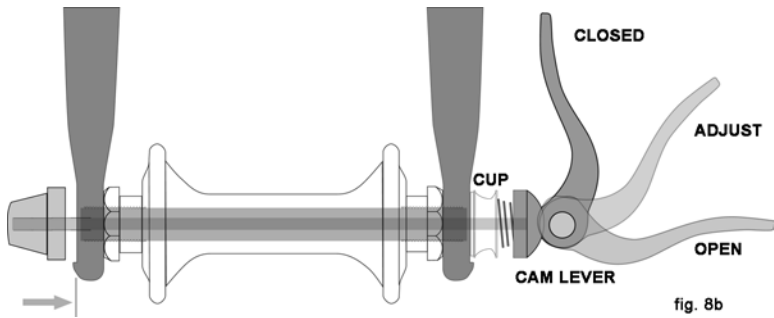

fig. 8b
Det finnes to typer over-midten kammekanismer for å holde hjulene på plass: det tradisjonelle over-midten kamsystemet (fig. 8a) og "cam-and-cup" systemet (fig. 8b). Begge bruker en over-midten kammekanisme for å klemme hjulet på plass. Sykkelen din kan ha et cam-and-cup system på forhjulet og et tradisjonelt kamsystem på bakhjulet.
### b. Justering av cam-and-cup-mekanismen (fig. 8b)
(3) Hvis forgaffelen din har en sekundær festeenhet som kan klemmes på, løsne den. Hvis forgaffelen din har en integrert sekundær festeenhet og et tradisjonelt hurtigkoblingssystem (fig. 8a), løsne spenningsskruen nok til å fjerne hjulet fra dropouten. Hvis forhjulet bruker et cam-og-cup-system, (fig. 8b) klem koppen og cam-spaken sammen mens du fjerner hjulet. Det er ikke nødvendig at noen av delene roterer med cam-og-cup-systemet.
(1) Dersom sykkelen din har et forhjulsfeste med hurtigkobling, beveg spaken slik at den svinger vekk fra hjulet (fig. 8b). Dette er ÅPEN posisjon. Dersom sykkelen din har gjennomgående bolt eller fastboltet forhjulsholder, gå til neste trinn.
(3) Hvis du har en tradisjonell hurtigkoblingsmekanisme: hold spaken i JUSTER-posisjon med høyre hånd, stram spenningsjusteringskruen med venstre hånd til den er fingertett mot gaffelens dropout (fig. 8a). Hvis du har et cam-og-cup-system, kommer skruen og koppen (fig. 8b) til å ha hoppet på plass i fordypningsområdet på gaffelens dropouten og det bør ikke være nødvendig med noen justeringer.
(4) Hjulet skyves på plass mot toppen av sporene i gaffeldropoutene, samtidig som felgen på hjulet sentreres i gaffelen:
(3) På et derailleurgirsystem, trekk giret tilbake med høyre hånd.
(4) Ved en hurtigkoblingsmekanisme, flytt hurtigutløserhendelen til ÅPEN posisjon (fig. 8b). Ved en gjennomgående bolt eller en fastboltet mekanisme, løsne festet(ene) med en passende skiftenøkkel, låshendelen eller den integrerte hendelen, og skyv hjulet så langt fremover at du er i stand til å fjerne kjedet fra det bakerste tannhjul .
(5) Løft bakhjulet opp fra bakken noen centimeter og fjern det fra de bakre dropoutene.